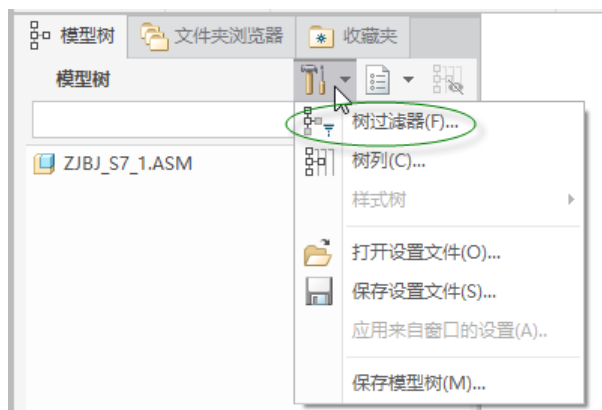

图 7-5 “设置”下拉菜单
(1) 在导航区的  (模型树) 选项卡中单击  (设置) 按钮，打开图 7-5 所示的下拉菜单，从中选择“树过滤器”命令。